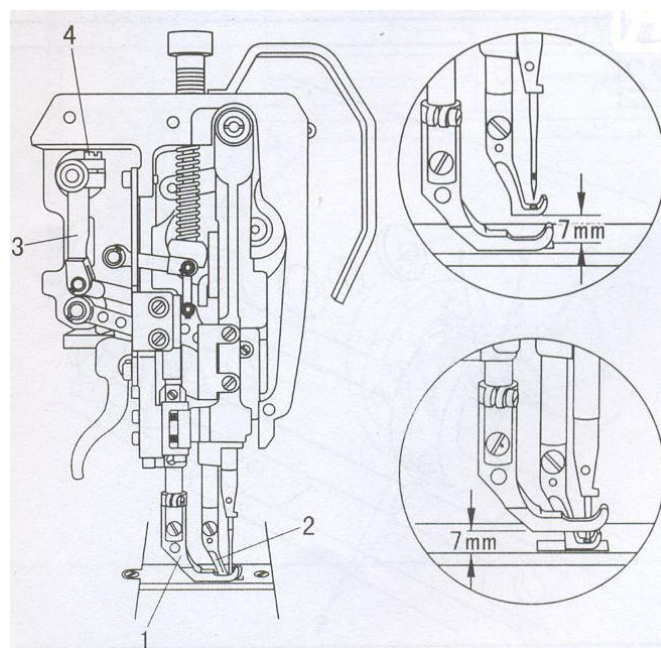

Рис. 19
19. Регулировка величины подъема сменной прижимной лапки (Рис. 19)